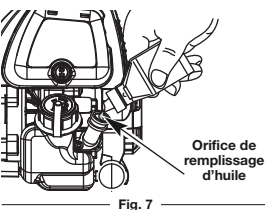

Fig. 7
- Versez tout le contenu de la bouteille d'huile dans le carter-moteur (Fig. 7).